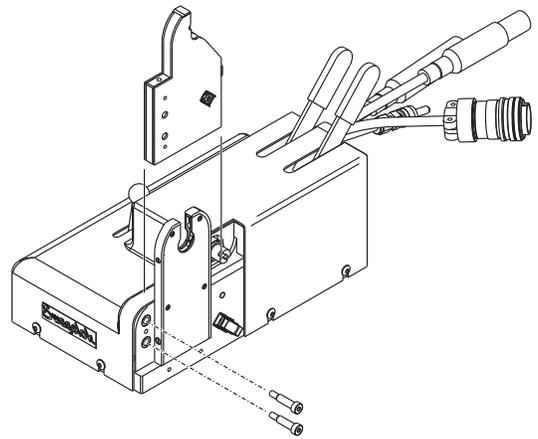

図 35：固定サイド・プレートを取り付ける
5. 固定サイド・プレートをネジで固定します。ネジを指締め位置から $1/8 \sim 1/4$ 回転まわして締め付けます。図 35 をご参照ください。